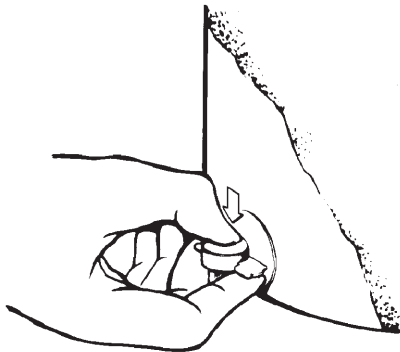

Figure 1 ■ Figure 1 ■ Abbildung 1 ■ Figura 1 ■ Figura 1 ■ Figur 1 ■ Figur 1 ■ Figur 1
■ Εικόνα 1 ■ Figura 1 ■ Obrázek 1 ■ 1. ábra ■ Rysunek 1 ■ Obrázok 1 ■ Figur 1 ■ Kuva 1